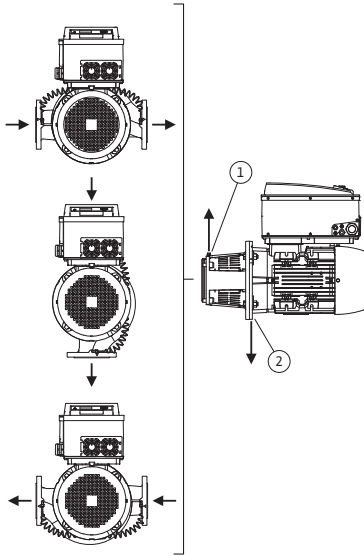
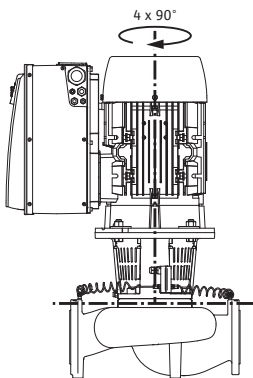

Fig. 18: Godkjente monteringsposisjoner med horisontal motoraksel
Fig. 19: Godkjente monteringsposisjoner med vertikal motoraksel
De godkjente monteringsposisjonene med horisontal motoraksel og elektronikkmodulen oppover (0°) er fremstilt i fig. 18. De godkjente monteringsposisjonene med elektronikkmodul montert på siden ($\pm 90^\circ$) er ikke avbildet. Alle monteringsposisjoner med unntak av «Elektronikkmodul nedover» (-180°) er tillatt. Lufting av pumpen er bare garantert hvis luftventilen peker oppover (fig. 18, pos. 1).
Bare i denne posisjonen (0°) kan oppsamlet kondens føres målrettet bort via en tilgjengelig boring, pumpelaterne samt motor (fig. 18, pos. 2).
De godkjente monteringsposisjonene med vertikal motoraksel er fremstilt i fig. 19. Alle monteringsposisjoner med unntak av «Motor nedover» er tillatt.
- Lufteventilen på laternen (fig. 6, pos 1.31) skal alltid peke oppover ved horisontal motoraksel (Fig. 6a:). Ved vertikal motoraksel er alle orienteringer tillatt. Se også Fig. 18: «Godkjente monteringsposisjoner med horisontal motoraksel» på side 18 evt. Fig. 19: «Godkjente monteringsposisjoner med vertikal motoraksel» på side 18.
- Ved horisontal motoraksel må kondenshullene posisjoneres på undersiden (fig. 18, pos. 2). Ellers må motoren dreies til respektiv posisjon.